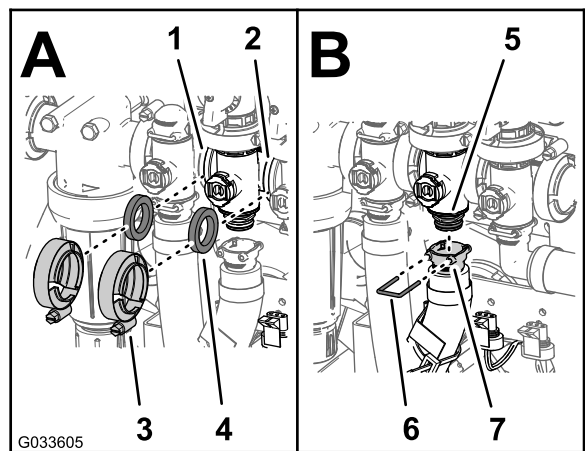

Bild 125
2. Montieren Sie das Rührwerksicherheitsventil, die Dichtung und den Rührwerkventilverteiler mit einer Flanschklammer und ziehen sie mit der Hand an (Bild 125).